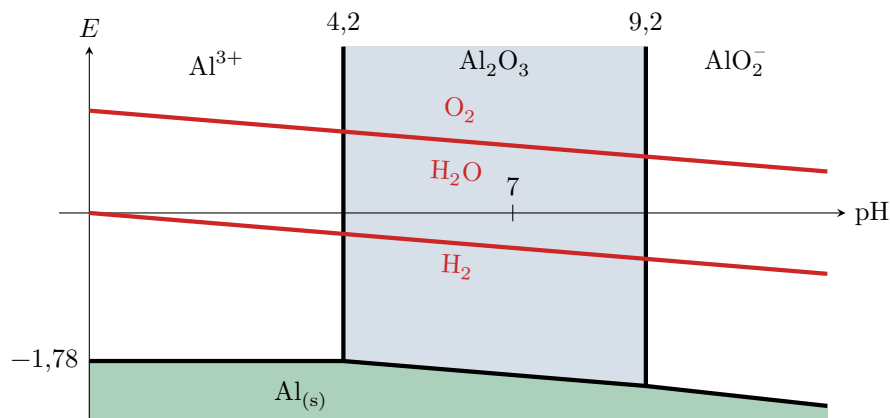

Figure 3 – Diagramme de corrosion de l'aluminium.
- Exemple d'un métal résistant à la corrosion : l'aluminium (figure 3)